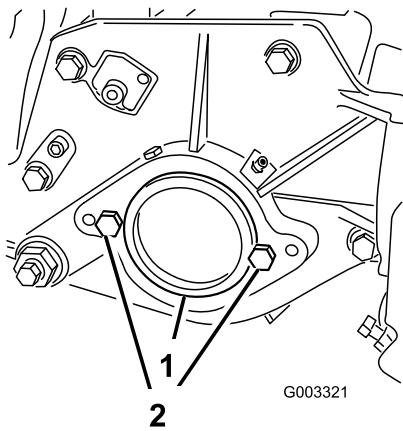

Figure 7
2. A l'extrême droite du plateau de coupe, retirez l'obturateur en plastique du logement de roulements (Figure 7).
3. Enlevez les 2 vis de la plaque latérale droite (Figure 7).
1. Obturateur en plastique 2. Vis (2)
5. Placez les 2 vis de fixation du moteur de cylindre sur la plaque latérale gauche du plateau de coupe sans les serrer (Figure 7).